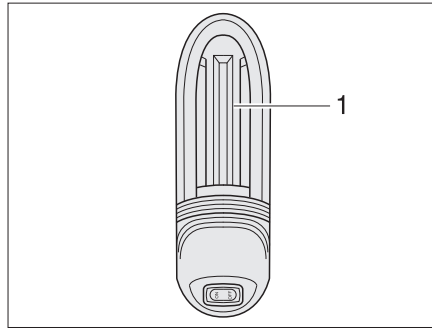

Fig. 268 Lámpara de garaje
- Empujar la tapa de la lámpara (Fig. 268,1) ligeramente hacia arriba y retirarla.